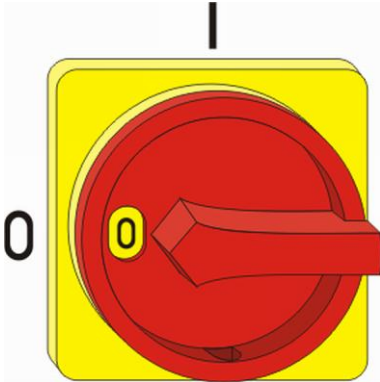

Abb. 33: Hauptschalter
1. Hauptschalter am Steuergerät in Stellung "0" bzw. "Off" (Abb. 33) drehen.